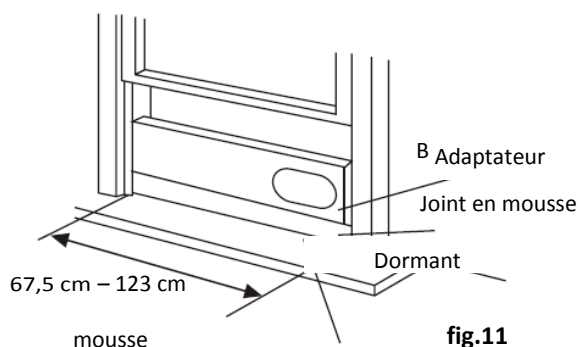

fig. 11
4. Ensuite, fermez bien le battant de fenêtre en le poussant fort contre l'adaptateur de fenêtre. fig. 11.